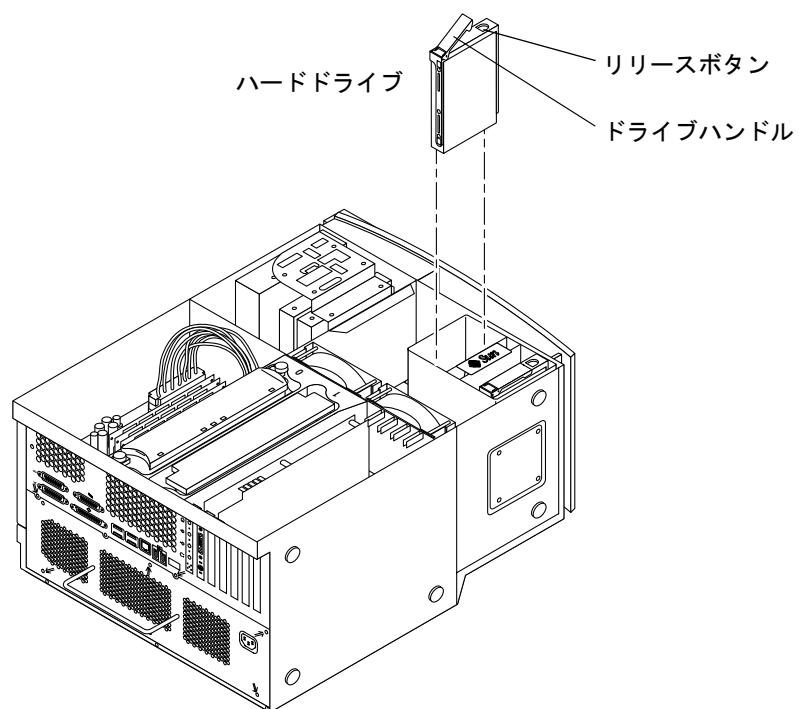

図 11 追加ハードディスクドライブの取り付け
2. ハードディスクドライブのブラケット内の空きハードディスクドライブベイを確認します (図 11 を参照)。